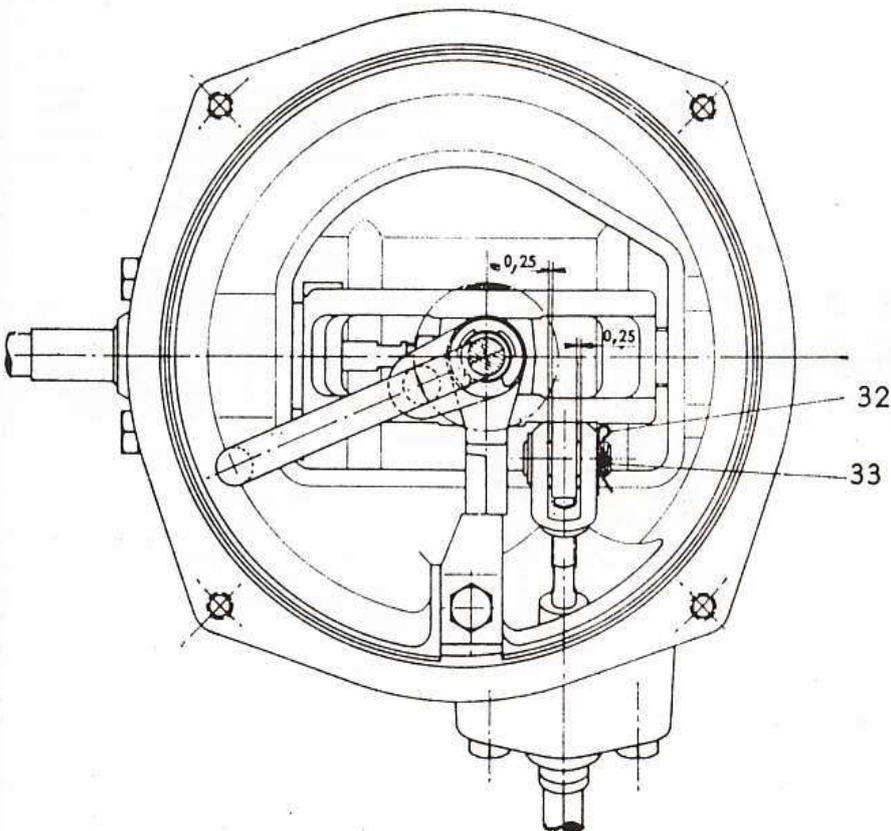

Fig. 44. -- Réglage de la chape de sélection
NOTA. — La chape de sélection doit avoir un jeu minimum de 0,25 mm (fig. 44). Si la chape force sur le tenon de la chape centrale et de ce fait gêne le fonctionnement de la commande de sélection, il faut régler la chape par l'axe arrière.
— A l'intérieur du véhicule (fig. 44 et 46) :
- Poser l'écrou pivot (26). Le méplat prévu pour l'appui de l'entretoise (27) doit se trouver du côté du dégagement du levier fixe, face à l'embout fileté du câble.
- Engager l'axe avant (30) sur l'embase (21) ; présenter l'ensemble chapelevier fixe, pousser l'axe avant (30) en butée sur son anneau d'arrêt (29).
- Visser l'axe arrière (23) sur l'embase et sur la chape de telle façon que le tenon de la chape (20) se trouve le plus possible dans l'axe de la chape du câble de sélection, afin d'obtenir un jeu minimum de 0,25 mm (fig. 44) et permettre à celle-ci de fonctionner sans contrainte.